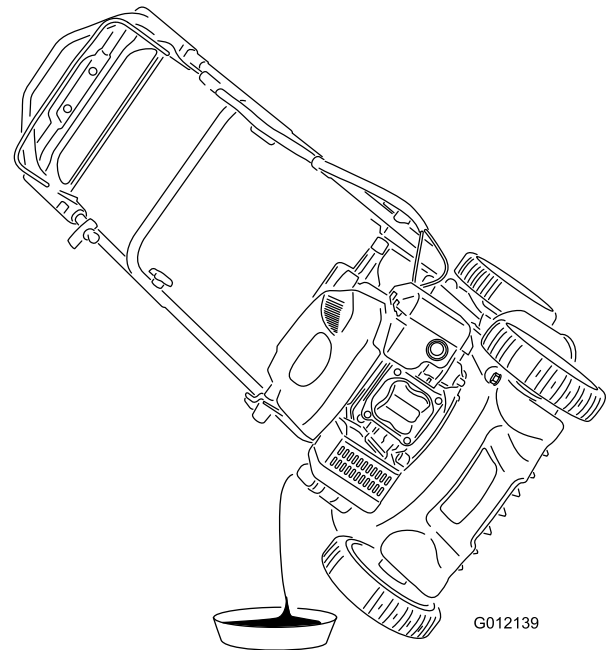

Figura 22
4. Coloque la máquina de lado con la varilla de aceite hacia abajo para drenar el aceite usado a través del tubo de llenado de aceite en un recipiente de aceite usado (Figura 22).